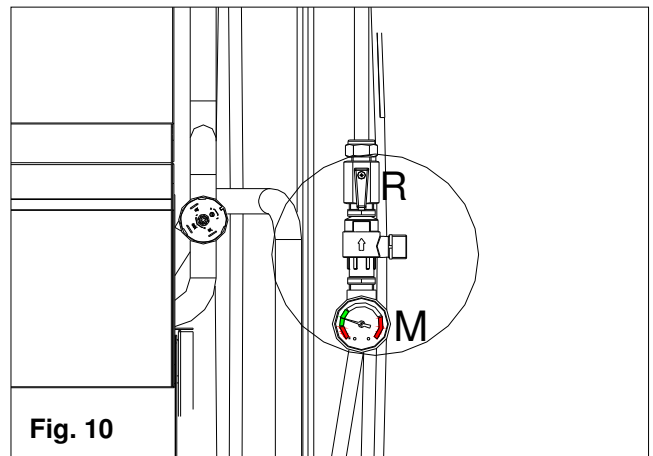
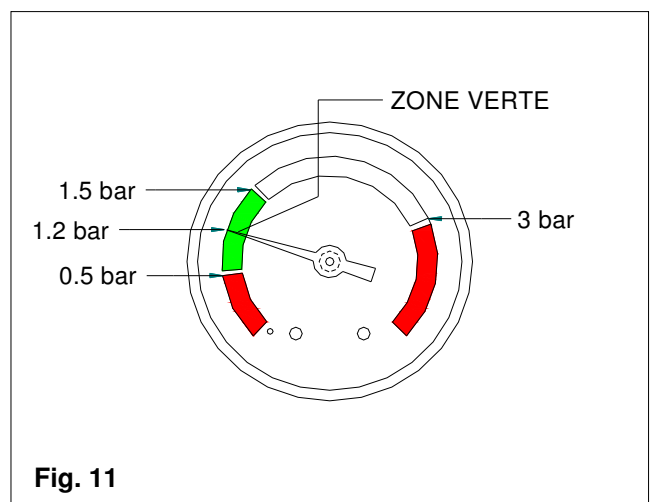

Fig. 10
Fig. 11
- ouvrir le robinet de remplissage **R** (fig. 10) et contrôler, au moyen du manomètre **M** (fig. 10), que la pression du circuit arrive à la moitié de la zone verte correspondant à 1,2 bars (fig. 11).
- **Au terme de cette opération, s'assurer que le robinet de remplissage R (fig. 10) est bien fermé.**
- Si au terme de ces opérations, on détecte une baisse de la pression de l'eau dans le circuit, ouvrir de nouveau le robinet de remplissage **R** jusqu'à ce que la pression indique 1,2 bars au niveau du manomètre (fig. 11).